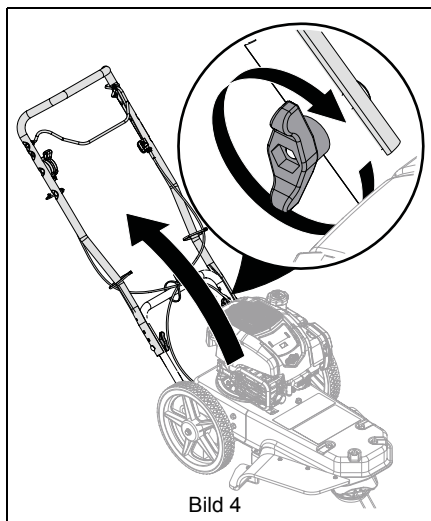

Bild 4
2. Vrid styrstången till arbetsposition och dra åt vingknapparna. Se Bild 4.